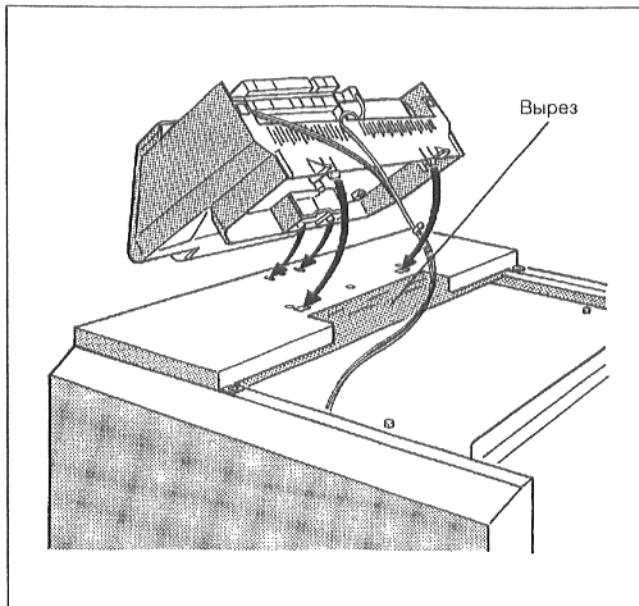

Рис. 7: Установка устройства регулирования
- Установить устройство регулирования на передний кожух котла таким образом, чтобы вставные крюки на нижней стороне устройства регулирования вошли спереди в овальные отверстия (Рис. 7).
Вставить в вырез в переднем кожухе котла капиллярные трубки датчиков температуры и, при устройстве регулирования "Ecomatic", линию датчика температуры воды подающей линии котла (Рис. 7).
- Подать устройство регулирования вперед, прижимая при этом вниз, чтобы два эластичных крюка зафиксировались в задних отверстиях (Рис. 7).